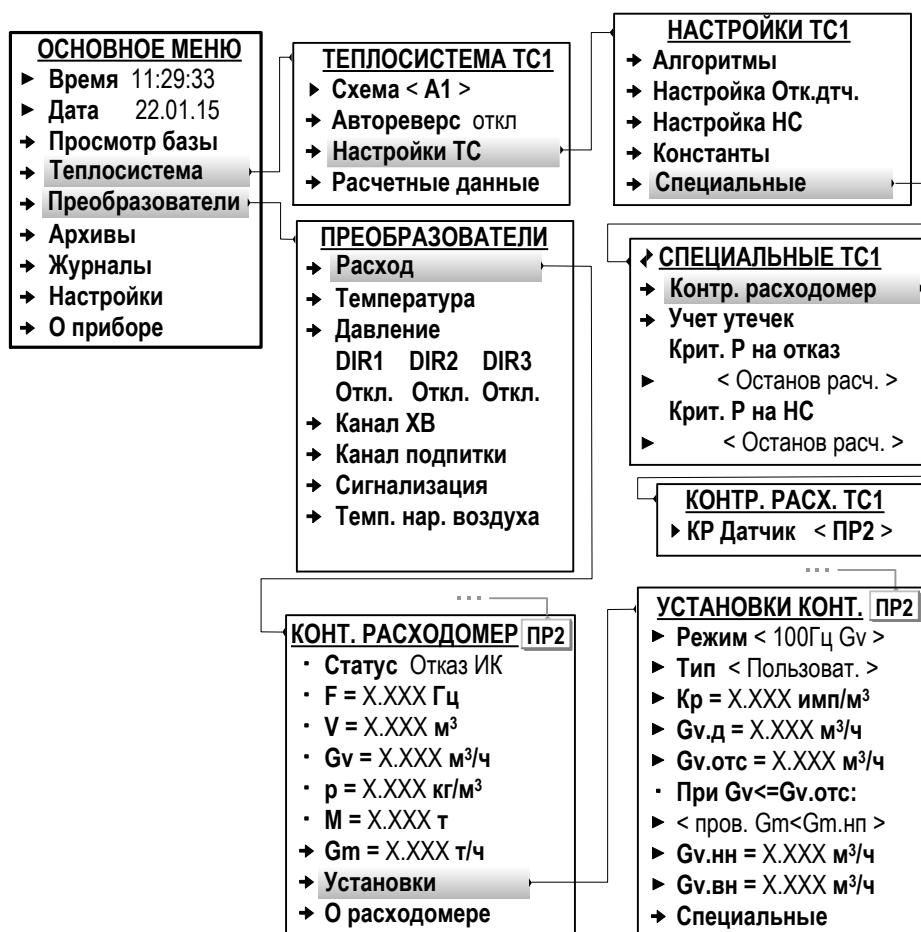

Рис.25. Вид меню настройки контрольного ПР (режим СЕРВИС).
7.5.2.5. Также для соответствующих схем теплоучета (в которых такая возможность предусмотрена) может быть назначен «контрольный» расходомер. Необходимые настройки выполняются в меню **Теплосистема / Настройки ТС / Специальные / Контр. расходомер** (рис.25): для параметра **КР Датчик** из списка выбирается и устанавливается значение **ПР2** (либо **ПР1**, **ПР3**, **ПР4**).
После чего в меню **Преобразователи / Расход / Установки** в окне индикации **УСТАНОВКИ КОНТ. ПР2** (либо **ПР1**, **ПР3**, **ПР4**) становятся доступными установочные параметры для назначенного «контрольного» преобразователя расхода (рис.25).